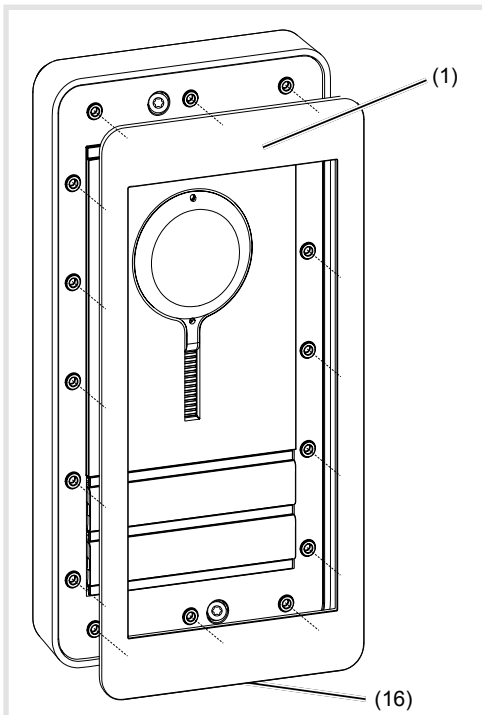

Bild 13: Aufsetzen der Dekorplatte (16) Clip-Mechanismus
- Mitgelieferte Dekorplatte (1) auf die Türstation stecken, so dass der Clip-Mechanismus (16) nach unten weist (Bild 13).